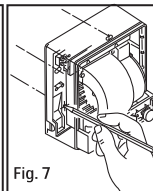
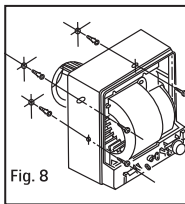

Fig. 7
Fig. 8
4. Hold bakplaten mot vegg/tak og marker de fire skruehullene, deretter skru fast viften, Fig. 7 og Fig. 8.